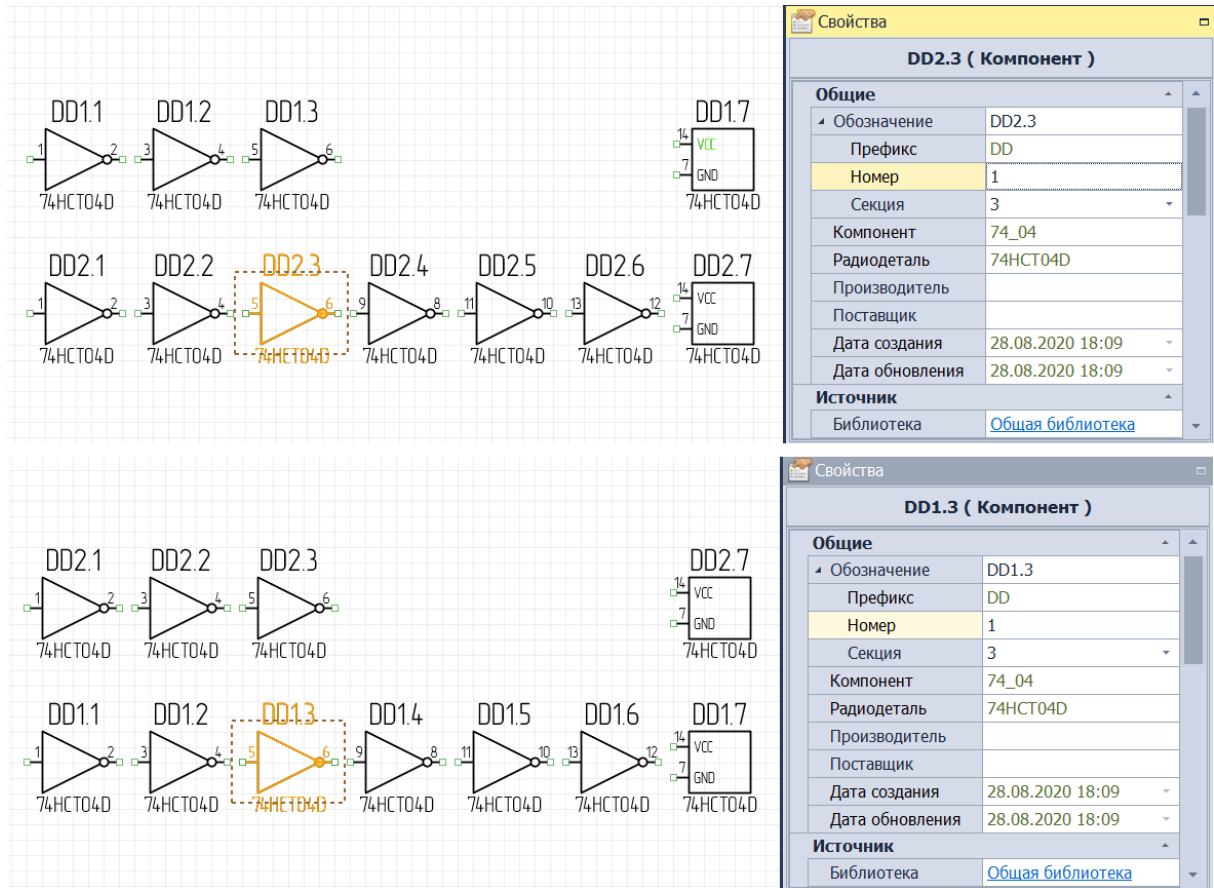

Рис. 201 Замена секции полностью размещенного компонента на секцию компонента неполностью размещенного
- Если замена инициируется с секции, относящейся к полностью размещенному компоненту, то система произведет полный своп всех размещенных секций двух компонентов с целью сохранения целостности размещения одного из компонентов, см. Рис. 201.